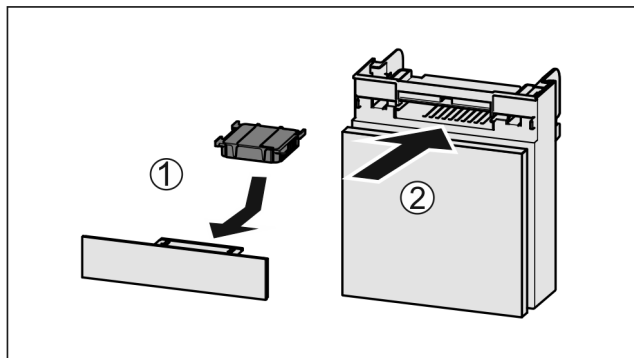

Fig. 133
- ▶ Umetnite filter s aktivnim ugljenom kao što je prikazano na slici Fig. 133 (1).
- ▶ Umetnite pretinac Fig. 133 (2).